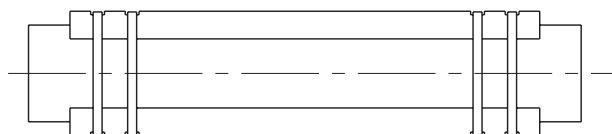

Figure 6-6 Positionnement typique des patins
- 2 Pour toutes les insertions, et pour préserver le tuyau de tout dommage dû aux frottements, il doit être équipé d'écarteur en plastique, de feillard d'acier ou des patins en bois (comme montré sur la **figure 6.6 et 6.7**). Ceci doit fournir suffisamment d'espace entre le tuyau et les parois de la galerie pour permettre de placer le manchon.